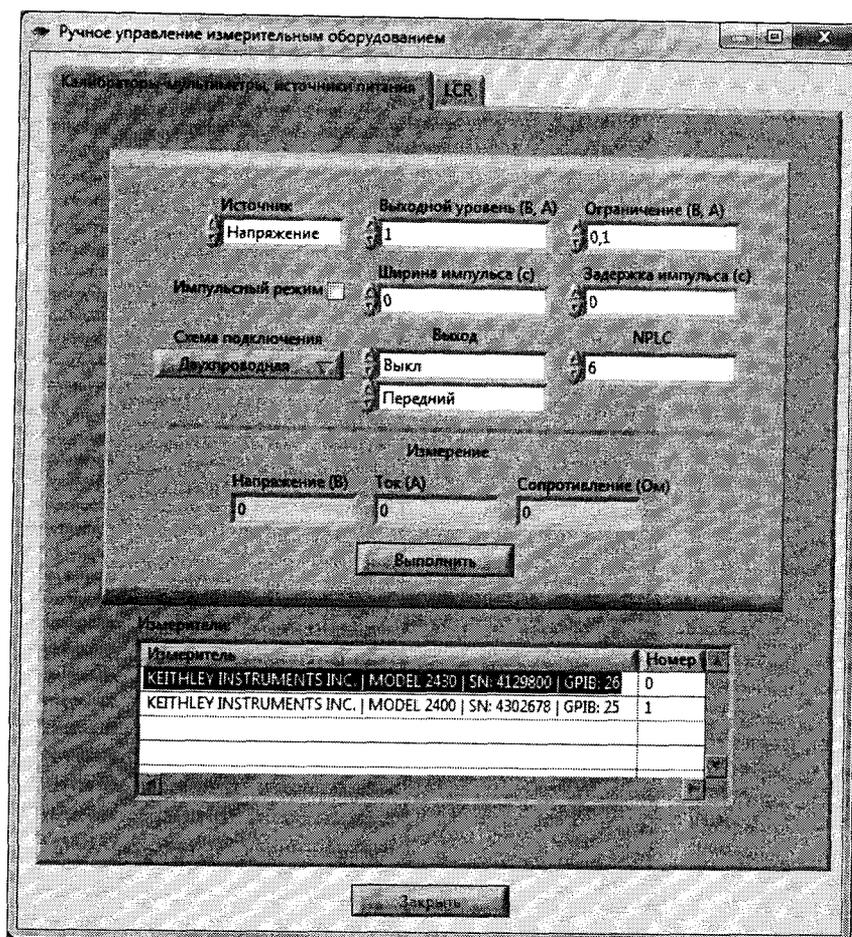

Рисунок 3
2. В режиме администратора выбрать «Измерители», после чего запустить ручное управление измерительным оборудованием. В появившемся окне (рисунок 3) выбрать закладку «Калибраторы-мультиметры, источники питания». В поле «Измерители» выбрать закладку «Калибраторы-мультиметры, источники питания». В поле «Измерители» выбрать источник питания 2260В-30-108. Установить: «Источник» – в режим «Напряжение», «Ограничение (В, А)» – 0,01, «Выходной уровень (В, А)» – 0, «Схема подключения» – «Двухпроводная». После этого установить «Выход» в режим «Вкл».
2. В поле «Измерители» (рисунок 3) выбрать источник питания 2260В-30-108. Установить: «Источник» – в режим «Ток», «Ограничение (В, А)» – 1,0, «Выходной уровень (В,А)» – 0, «Схема подключения» – «Двухпроводная». После этого установить «Выход» в режим «Вкл».